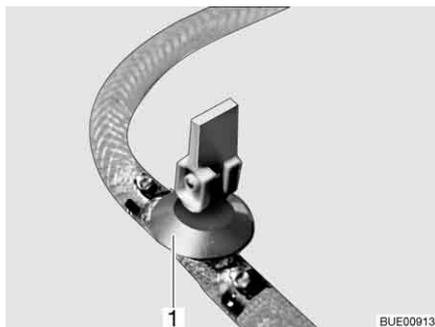
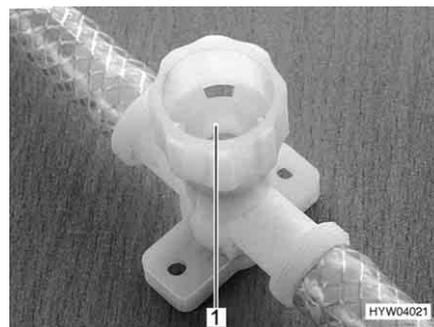

Fig. 235 Llave de desagüe (con balancín)
Fig. 236 Llave de desagüe (con tapa giratoria)
- Cerrar todas las llaves de desagüe. Para esto, poner el balancín de la llave de desagüe (Fig. 235,1) en posición horizontal o girar la tapa de la llave de desagüe (Fig. 236,1) en el sentido de las agujas del reloj.